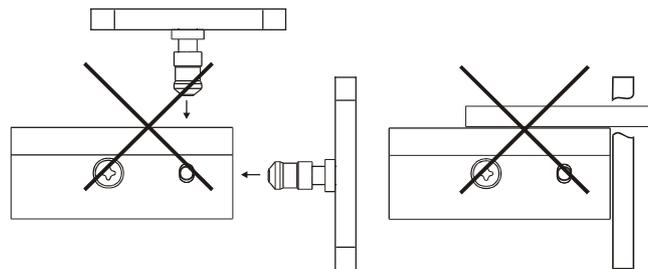

Bild 5: Montagehinweis
**Die Rosette darf keinesfalls wie in Bild 5 um 90° gedreht montiert werden. Würde der Verriegelungsbolzen der Rosette so in das Verriegelungselement eingreifen, ließe sich die Tür nicht mehr öffnen.**